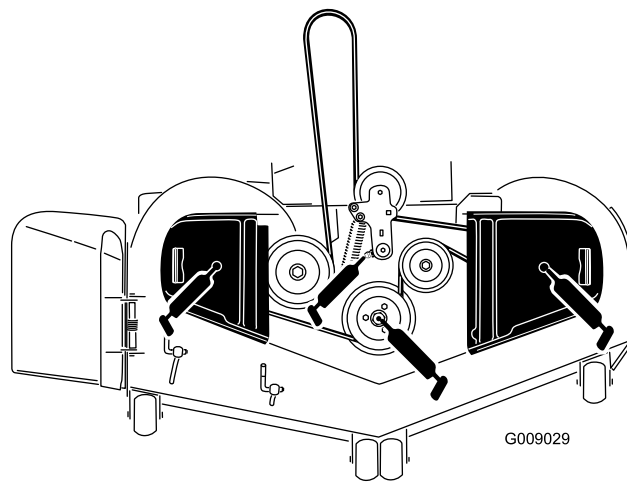

Figura 46
4. Lubrificate il perno della puleggia tendicinghia del piatto di taglio finché non fuoriesce grasso dalla parte inferiore (Figura 46).
5. Ingrassate i 3 cuscinetti del mandrino finché il grasso non fuoriesce dalle guarnizioni inferiori (Figura 46).